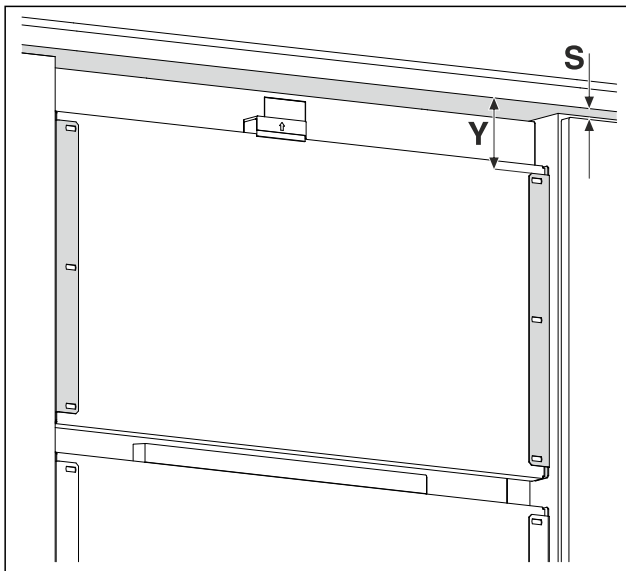

Fig. 17 Beispielhafte Darstellung
- ▶ Abstand Fig. 17 (Y) von Unterkante Möbelfront zum Haltewinkel messen.
- ▶ Spaltmaß Fig. 17 (S) von Unterkante Möbelfront auf obere Kante Möbeltür messen.